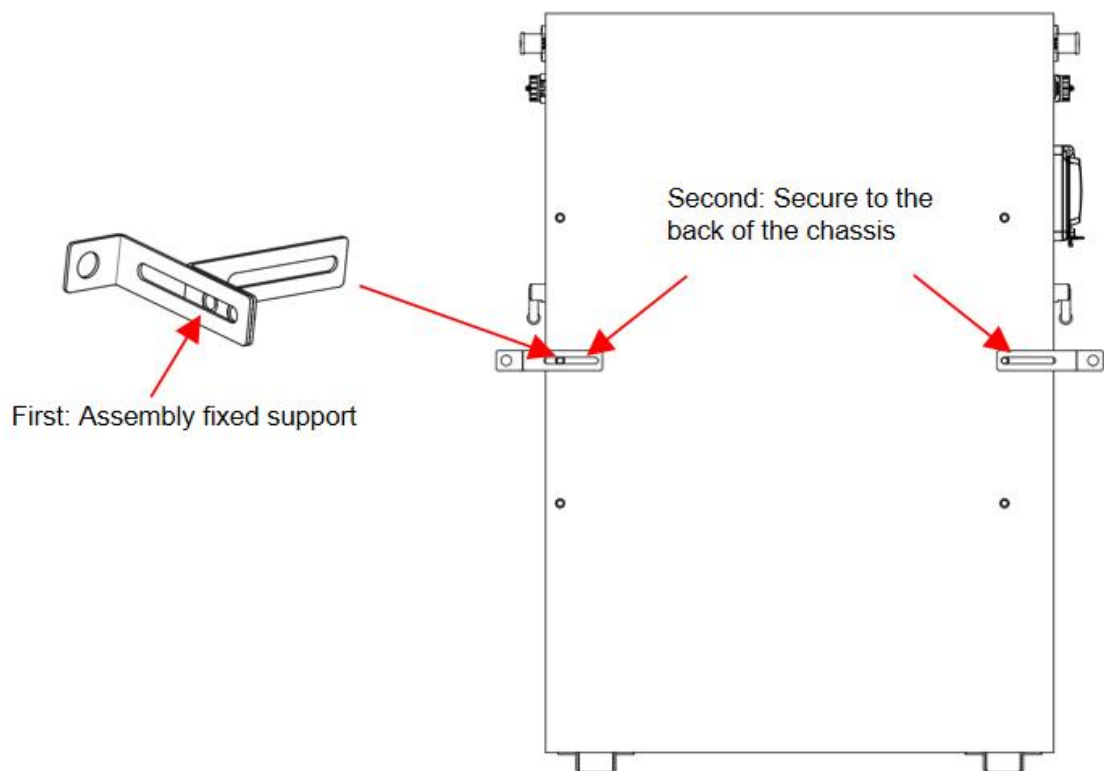

Figura 5-4
a) Utilice los 4 tornillos de M6*12 para fijar las orejas de retención izquierda y derecha a la parte posterior de la batería. La distancia entre los dos soportes varía entre 563 y 589 mm, y se pueden mover unos 26 mm. como se muestra en la Figura 5-4.